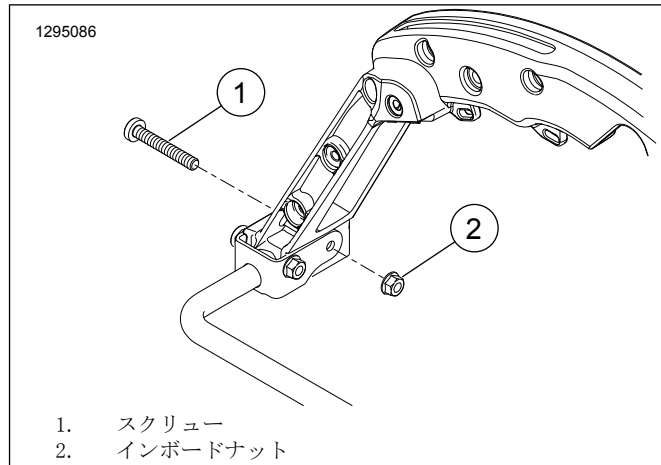

図6。OEスクリーンの取り外し
9. 「図6」を参照。右側インボードナット(2)を取り外す。スクリーン(1)を廃棄する。